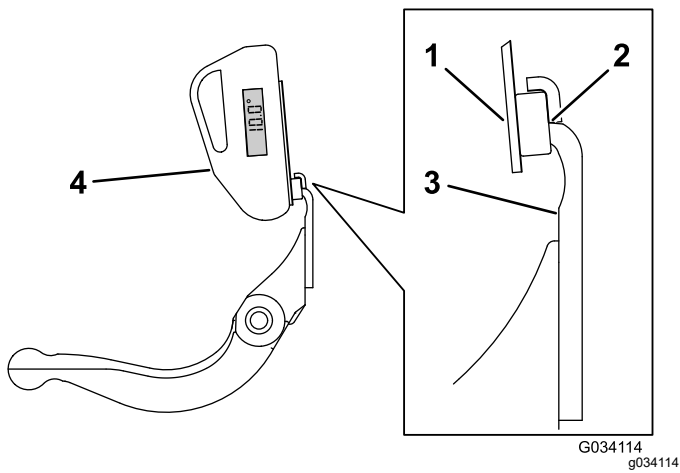

图 36
3. 将角度指示器底座放在底刀边缘上以使磁体边缘与底刀边缘紧密配合图 36。
4. 如 图 36 所示将角度指示器放置到底座上。